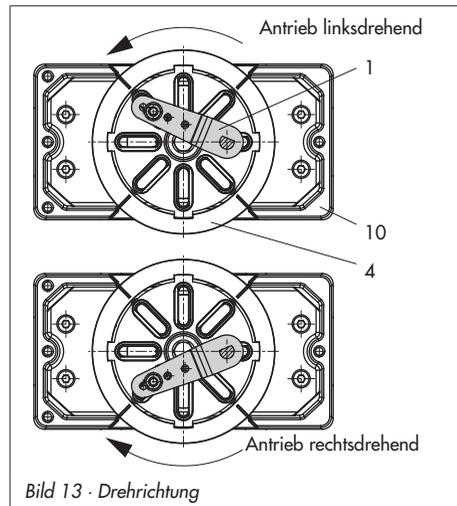

Bild 13 · Drehrichtung
4. Kupplung (4) auf die geschlitzte Antriebswelle bzw. den Adapter (3) aufstecken und mit Schraube (4.1) und Tellerfeder (4.2) festschrauben.
5. Am Hebel M (1) des Stellungsreglers den Standard-Abtaststift (2) herausschrauben. Den Abtaststift ($\varnothing 5$) aus dem Anbausatz an Stiftposition 90° verschrauben.
6. Ggf. Manometerhalter (7) mit Manometern oder bei erforderlichen Anschlussgewinde $G \frac{1}{4}$ die Anschlussplatte (6) montieren, auf richtigen Sitz der beiden Dichtringe (6.1) achten. Bei doppelt wirkenden federlosen Schwenkantrieben wird ein Umkehrverstärker für den Anbau am Antrieb benötigt, vgl. dazu Kapitel 4.6.
8. Stellungsregler auf das Gehäuse (10) setzen und festschrauben. Dabei den Hebel (1) so ausrichten, dass er unter Berücksichtigung der Drehrichtung des Antriebs mit seinem Abtaststift in den entsprechenden Schlitz eingreift (Bild 13).